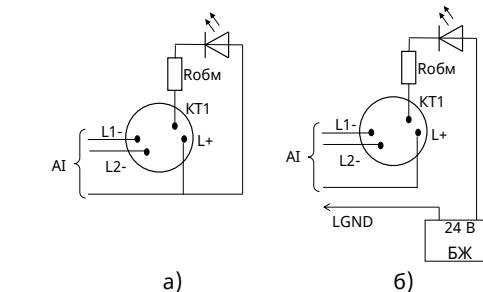

Рисунок 3 – Підключення ВПОС або світлодіода
4.2 Якщо за проектом використовують ВПОС з живленням від AI, то його мінусовий контакт з'єднують з гвинтовою клемою з маркованням «2» (KT1), а плюсовий – гвинтовою клемою з маркованням «1» (L+) (рис.3а, наявність Робм залежить від типу ВПОС і його робочого струму). Замість ВПОС допускається підключення світлодіода через резистор Робм з опором не менше 10 кОм. Для ВПОС слід підбирати світлодіод з малим струмом споживання (блізько 2 мА).